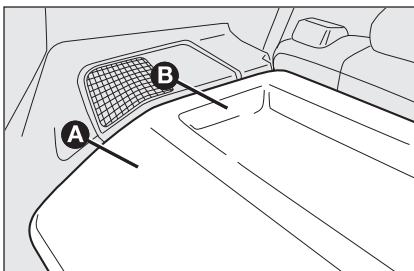
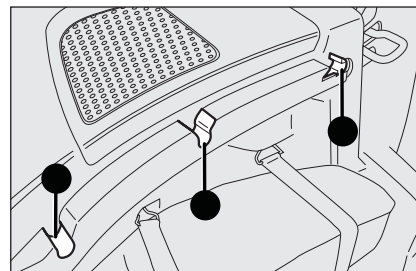
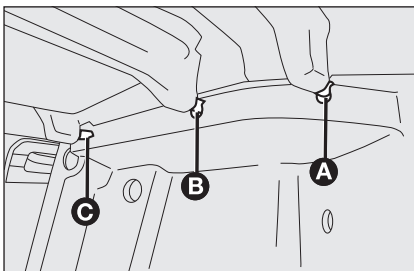

fig. 74
fig. 76
fig. 75
- ☐ open de achterklep, haak de pen **A-fig. 75** los uit de zitting **B-fig. 76** door het voorste deel **A-fig. 74** omhoog te plaatsen;
- ☐ haak de pennen **B** en **C-fig. 75** los uit de zittingen **D** en **E-fig. 76** door het achterste deel **B-fig. 74** omhoog te plaatsen;